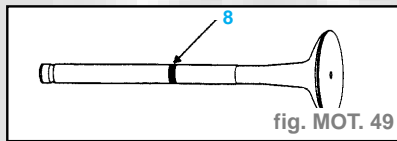

fig. MOT. 49
- Placer les joints d'étanchéité (2) sur les guides de soupapes (3) à l'aide d'une clé en tube de 11 mm.
- Placer au fur et à mesure les soupapes neuves (4).
Attention. - Lors d'un remplacement de soupapes, il faut impérativement remonter les soupapes (neuves) ayant la même référence (8) que les anciennes, afin d'éviter toute destruction de l'ensemble soupape/siège (fig. MOT. 49).